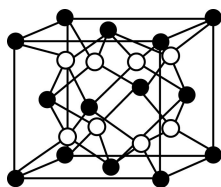

图 2 (CaF_2 晶胞)
b. 由图 2 可知, CaF_2 晶胞内白球共有 8 个, 由均摊法知, 黑球共有 4 个, 说明黑球是 Ca^{2+} , 白球是 F^- 。与 F^- 等距离且紧邻的 Ca^{2+} 有 4 个, F^- 的配位数为 4, 与 Ca^{2+} 等距离且紧邻的 F^- 有 8 个, Ca^{2+} 的配位数为 8。